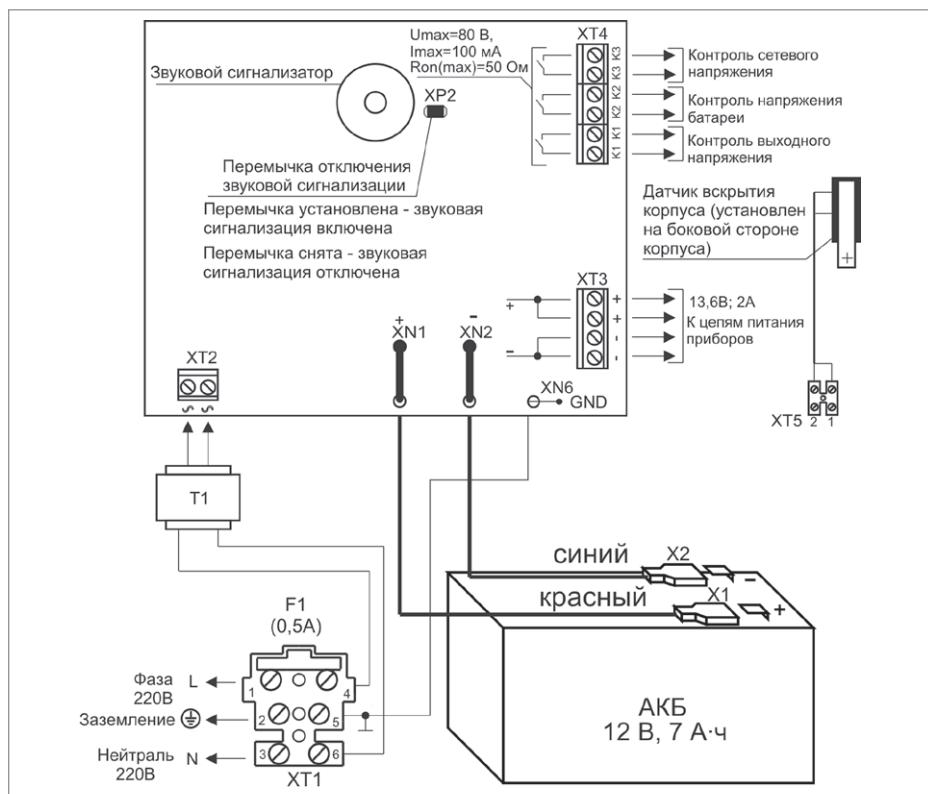

Рисунок 1. Схема подключения РИП-12 исп.02П
1.5. Схемы подключения РИП-12 исп.02П и РИП-12 исп.04П приведены на рис. 1 и 2 соответственно.
1.13. Проверьте правильность произведённого монтажа в соответствии со схемой подключения (Рис. 1 и 2).
2.10. Отключите аккумуляторную батарею от платы РИП, отсоединив контакты X1, X2 от клемм АКБ (см. рис. 1 и 2).